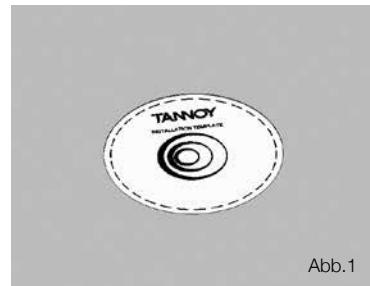

Abb.1
1. Markieren Sie den auszuschneidenden Bereich der Decke durch Anzeichnen um die im Lieferumfang enthaltene Schablone. (Abb.1)